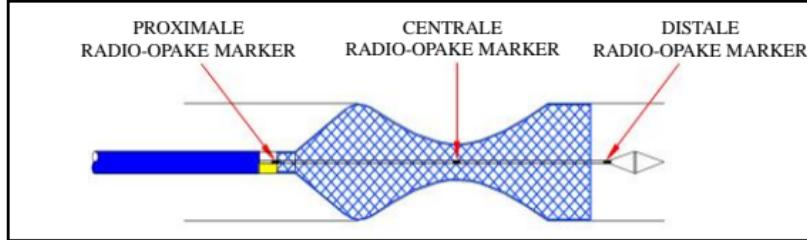

Figuur 4
- d) Als de centrale radio-opake marker het midden van de doelstrictuur bereikt, trek dan de connector verder terug totdat de stent volledig is geplaatst. (Zie figuur 4, 5)
- d) Als de centrale radio-opake marker het midden van de doelstrictuur bereikt, trek de hub dan verder richting de connector totdat de stent volledig is geplaatst. (Zie figuur 4, 6)